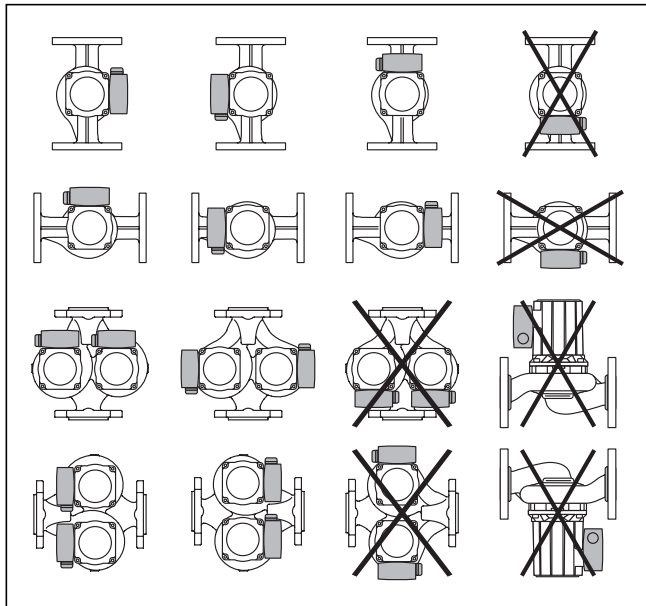

Abb. 6.2 Einbaulagen
- Spannungsfreie Montage mit waagrecht liegender Pumpenwelle durchführen (siehe Einbaulagen nach Abb. 6.2).